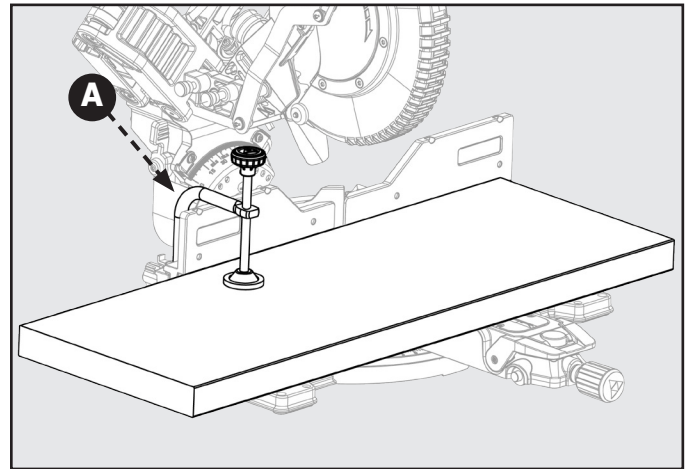

Figure 15
Lors de la coupe de pièces larges, telles que 2 po X 12 po, serrez la pièce sur la table de travail à l'aide d'un étau (A) comme illustré à la figure 15.